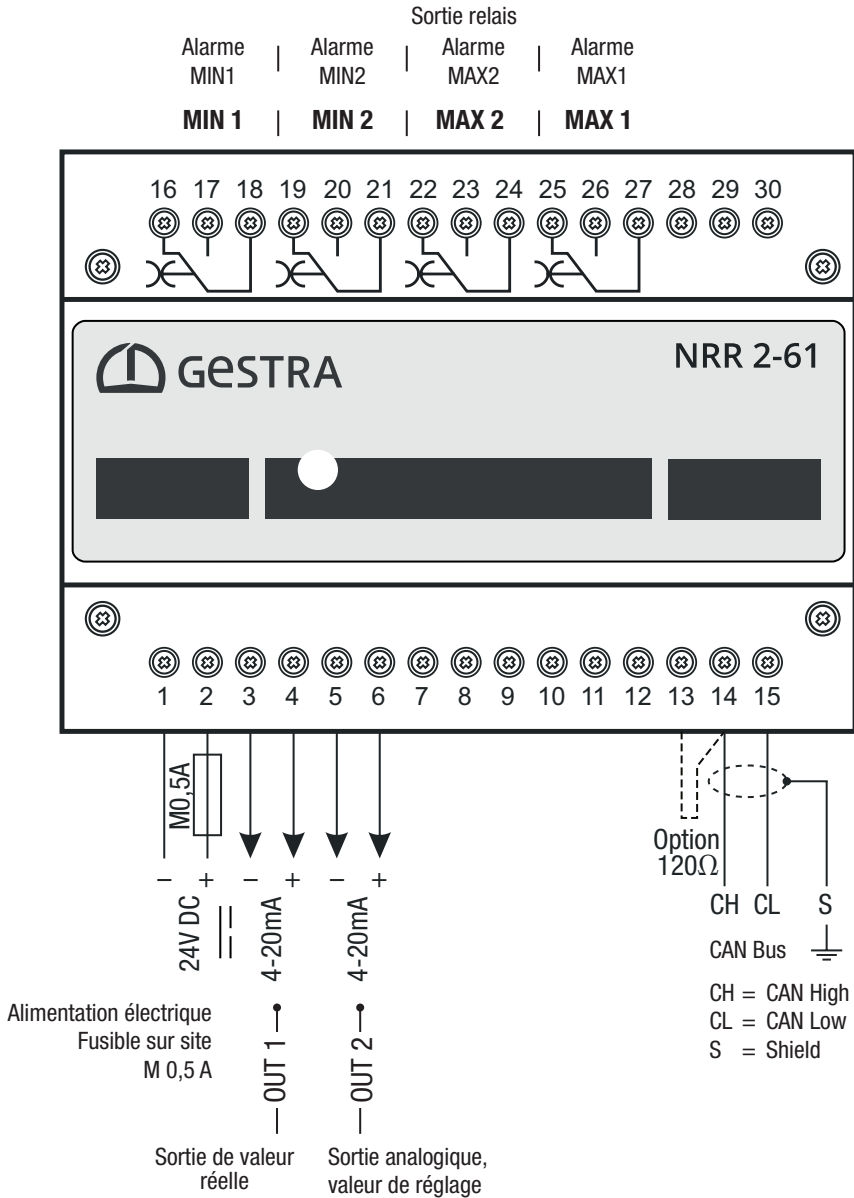
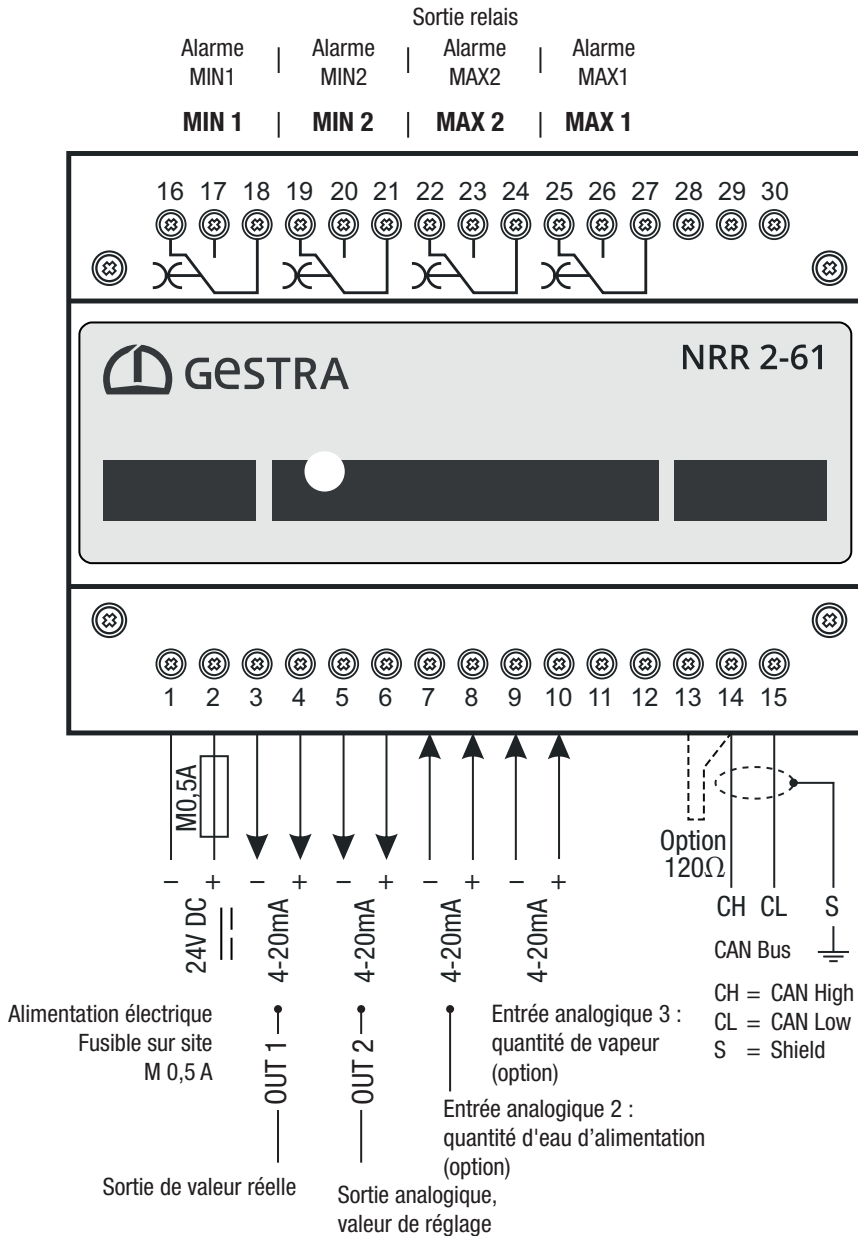

Fig. 6
Fig. 7
- Raccordez le régulateur de niveau et tous les composants associés conformément aux schémas de raccordement Fig. 6 / Fig. 7 des présentes instructions.
- Raccordez les sorties conformément aux schémas de raccordement Fig. 6 / Fig. 7.